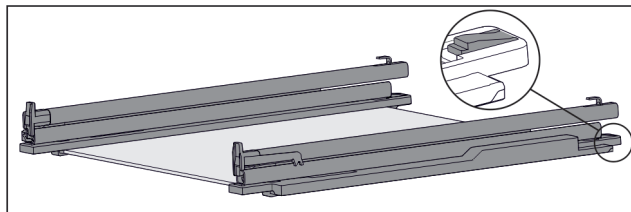

Fig. 41 Skleněná deska s kolejničkami a přídržnými díly
- ▶ Přídržný díl vzadu stlačte dolů (viz Fig. 41) a současně zasuňte kolejničku dozadu.